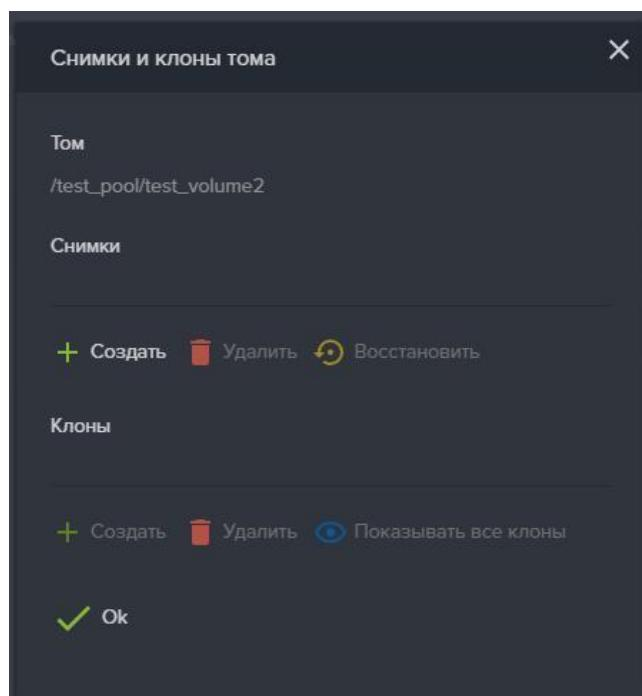

Рисунок 80 – Создание снимка Тома
3. В открывшемся окне нажмите кнопку «Создать» в разделе «Снимки» (см. Рисунок 80).